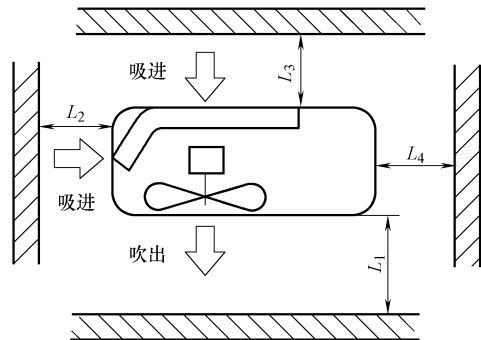

图 3-23 三菱 FDCA140HKXEN4 安装空间示意图
(1) 单台室外机空间设置 应确保足够的间隙（维护作业空间、通道、通风和配管），进气口、送风口和维修空间应具有足够大的空间（图 3-23 和表 3-10）。